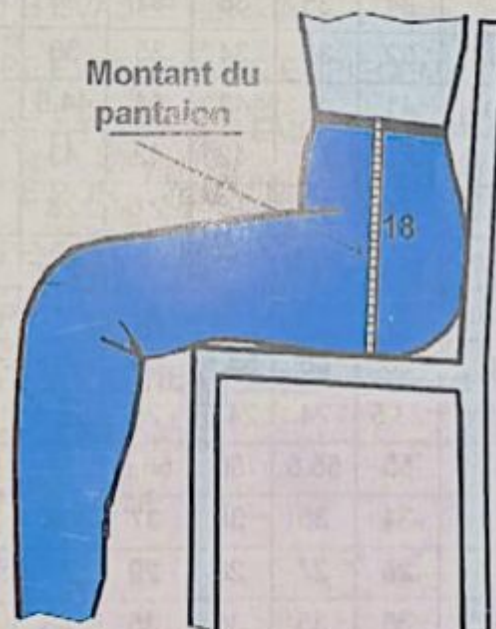

FIG. 4
- 18) **Montant du pantalon** : Mesure à prendre sur une personne assise sur une chaise, le dos bien droit, de la taille à l'assise de la chaise (fig.4).